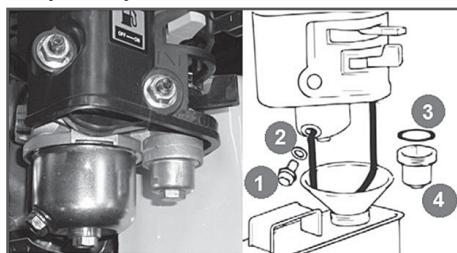

Рис.12 Обслуживание фильтра-отстойника карбюратора
3. Открутите болт слива отверстия (1) и сплейте топливо из поплавковой камеры карбюратора (Рис. 12).
4. Открутите стакан отстойника (4), вылейте из него топливо в ранее подготовленную емкость.